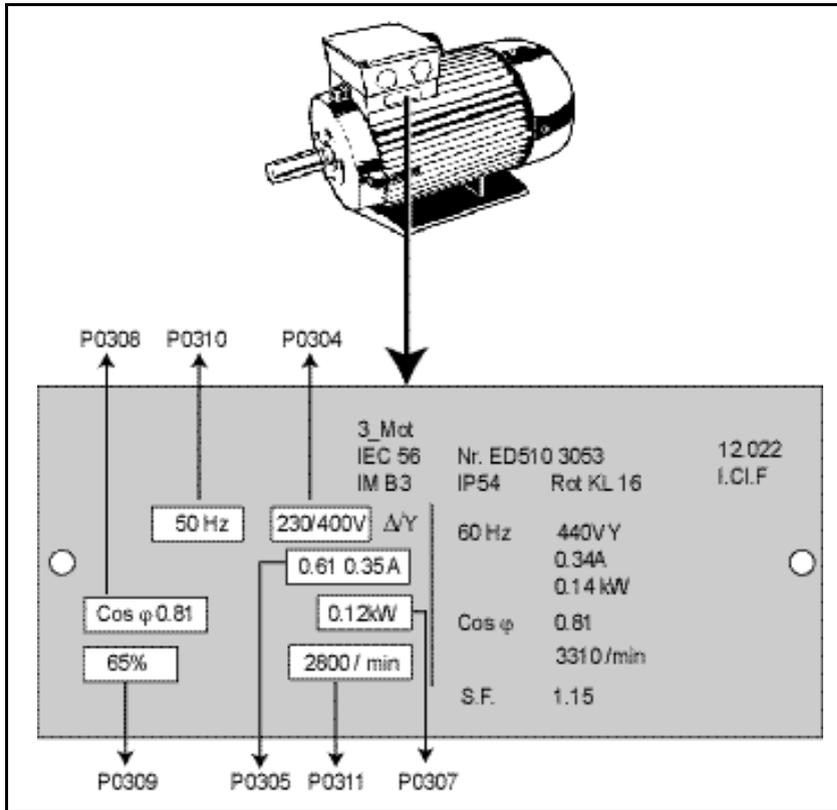

图 3-7 典型的电动机铭牌举例
3. 变频器出厂时已按相同额定功率的西门子四极标准电动机的常规应用对象进行编程。如果用户采用的是其它型号的电动机，就必须输入电动机铭牌上的规格数据。关于如何读取电动机铭牌数据的细节，请参看图 3-7。